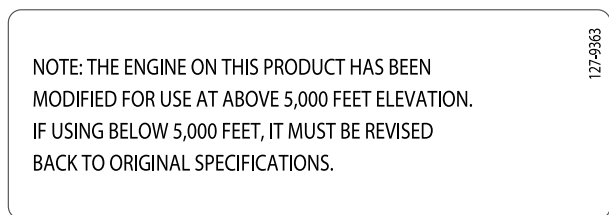

Figure 3
**Important:** Si vous utilisez la machine au-dessus de 1 500 m pendant une période continue, veillez à installer le kit pour haute altitude afin que le moteur réponde aux normes antipollution CARB/EPA. Le kit pour haute altitude accroît les performances du moteur tout en prévenant l'encrassement des bougies, les difficultés de démarrage et l'augmentation des émissions polluantes. Après avoir installé le kit, apposez l'étiquette relative à l'utilisation à haute altitude sur la machine, près de l'autocollant du numéro de série. Contactez un concessionnaire-réparateur Toro agréé pour vous procurer le kit haute altitude et l'étiquette associée pour votre machine. Pour trouver le concessionnaire le plus proche, consultez notre site web à [www.Toro.com](http://www.Toro.com) ou contactez le service client de Toro au(x) numéro(s) indiqué(s) dans votre Déclaration de garantie de conformité à la réglementation antipollution. Déposez le kit du moteur et rétablissez la configuration d'origine du moteur si vous devez utiliser la machine en dessous de 1 500 m. Si le moteur a été converti pour l'usage à haute altitude, ne le faites pas tourner à une altitude inférieure, au risque de le faire surchauffer et de l'endommager. En cas de doute concernant la conversion de votre machine pour l'usage à haute altitude, consultez l'étiquette suivante (Figure 3).